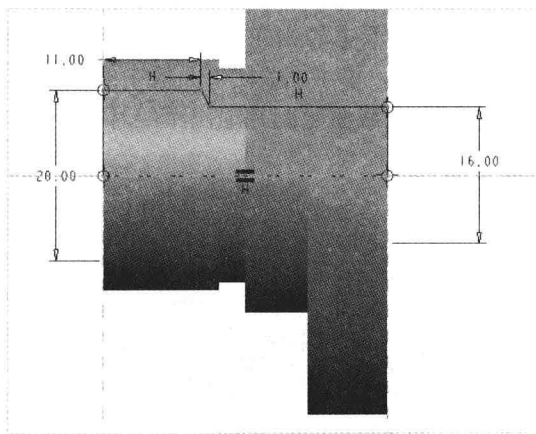

图 18-43 绘制截面 5
Step 13 在“功能区”选项板的“模型”选项卡中，单击“形状”面板中的“旋转”按钮，弹出“旋转”选项卡；选择 RIGHT 基准平面作为草绘平面，进入草绘环境，单击“草绘”选项卡中的相应按钮，绘制截面，如图 18-43 所示。